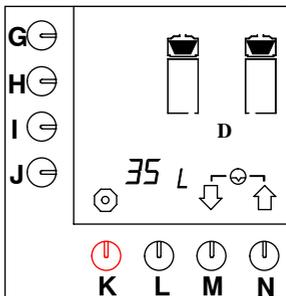

Fig. 55 Reimpostazione del contatore dei giorni della macchina di preparazione del caffè
- Premere il tasto di selezione (M.) $\downarrow$  fino a che sullo schermo viene visualizzato quanto illustrato nella fig. 55 .